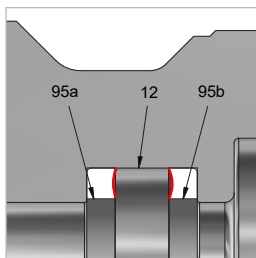

Figure 13
- ▶ Placez le joint torique (pos. 95b) dans la gorge (pos. 12) avec l'extracteur de joint torique WEH® réf. 101969 (Figure 11 à Figure 13).
Remarque : respectez la position de montage (Figure 13).